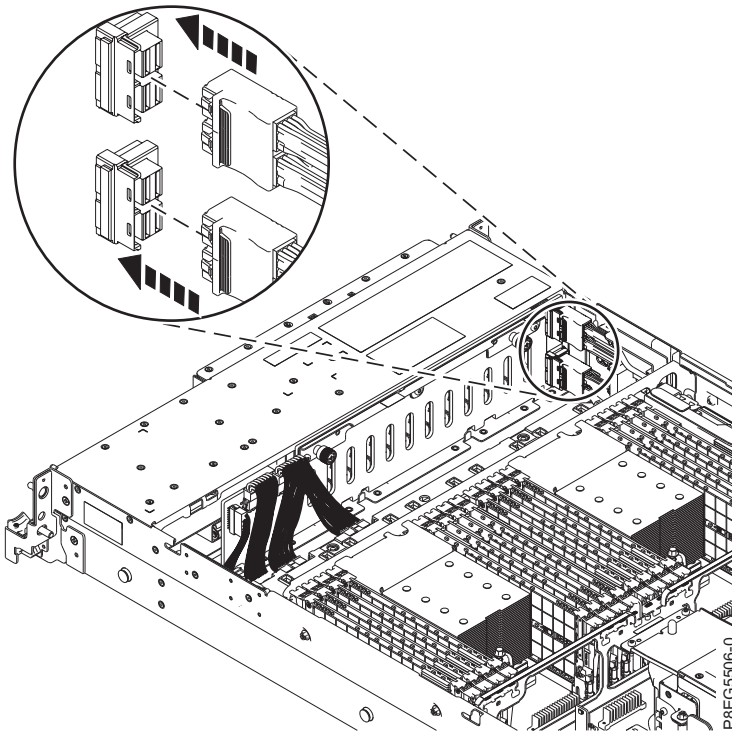

Figura 9. Reconexión de los cables SAS frontales
7. Vuelva a conectar el cable SAS frontal a la placa posterior de la unidad de disco, como se muestra en la Figura 9. Empuje el conector hasta que el pestillo haga clic.